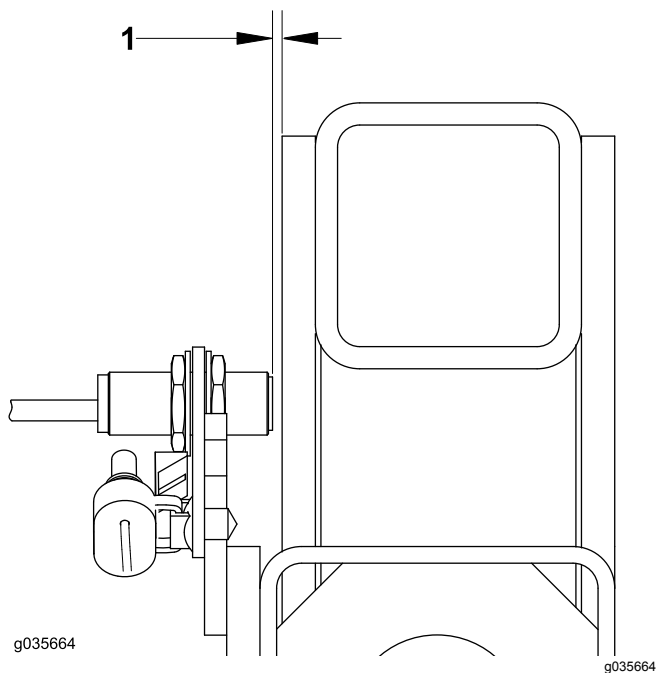

Figura 19
5. Establezca una separación de 3,6 mm en cada sensor que instale (Figura 19).